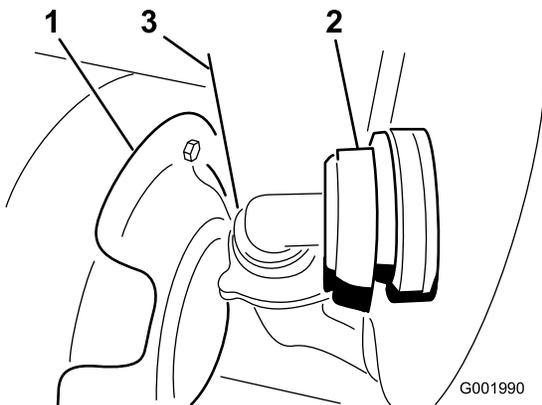

図 58
3. タンクの前壁の下にあるホースを外す（図 58）。
**注** 防熱シールド（図 58）を押しのけないとカバーが取り外せない場合があります。
7. タンク前面下のホースを接続する（図 58）。